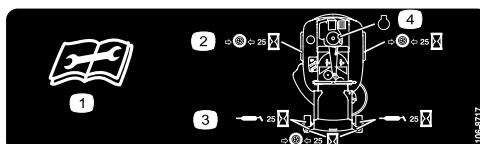

Figura 21
3. Pulite i raccordi d'ingrassaggio (Figura 20 e Figura 21) con un cencio, e togliete eventuali tracce di vernice davanti ai raccordi.
4. Collegate un ingrassatore a pressione a ciascun ingrassatore (Figura 20 e Figura 21). Pompatate del grasso nel raccordo finché non inizia a fuoriuscire dai cuscinetti.